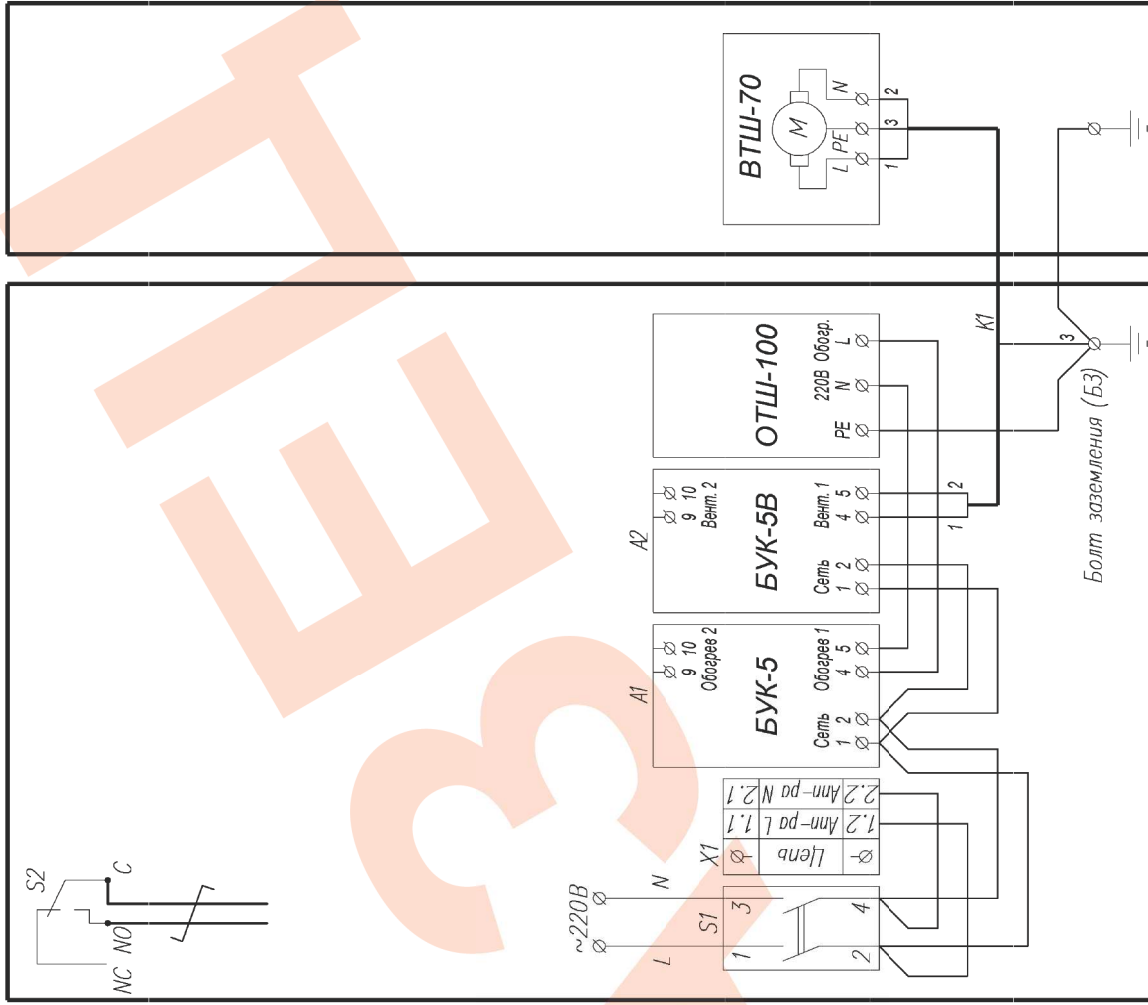
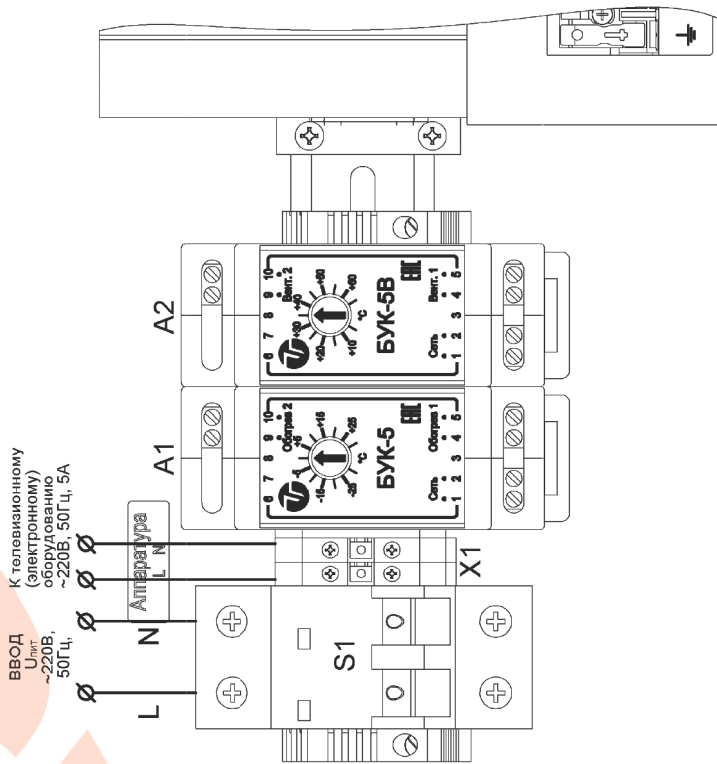

Рис.4 Схема электрическая принципиальная
Рис.2. Подключение термощафа
3. Отсоединить провода кабеля K1 (рис.4) от колодки вентилятора.
Подключение термощафа производится в соответствии со схемой электрической принципиальной (рис.4) и рис.2. Для подключения необходимо: